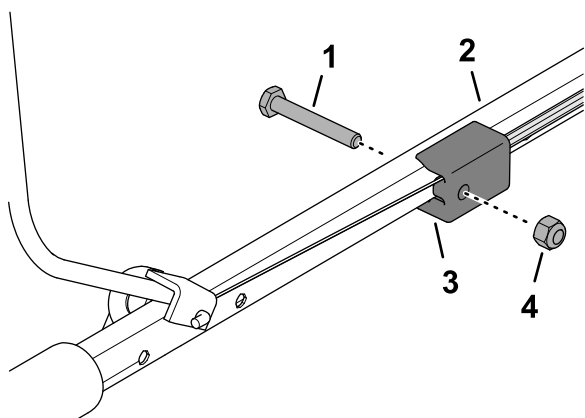

図 13
5. ハンドルバーのフィッティングを上部ハンブローバーに固定する(図 13) ボルト $\frac{1}{4}$ x $1\frac{3}{4}$ " ロックナット $\frac{1}{4}$ "を使用する。